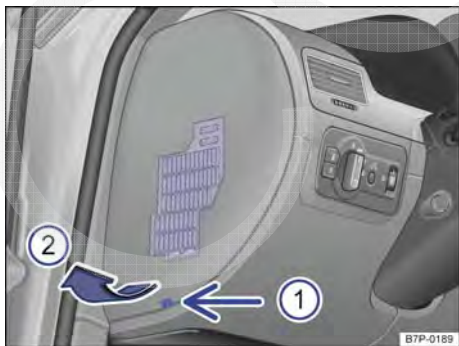
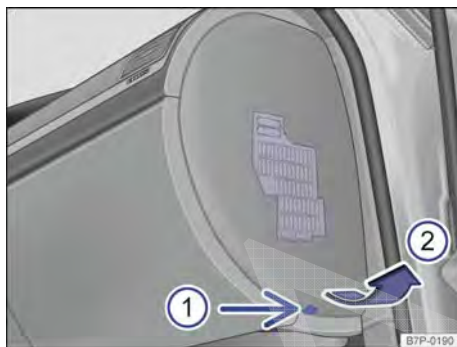

Fig. 243 No painel de instrumentos à esquerda: remover a cobertura da caixa de fusíveis.
Fig. 244 No painel de instrumentos à direita: remover a cobertura da caixa de fusíveis.
- Introduzir um objeto plano, por exemplo, a chave de fenda das ferramentas de bordo, no entalhe → Fig. 243 ① ou → Fig. 244 ① e levantar cuidadosamente a cobertura no sentido da seta ②.